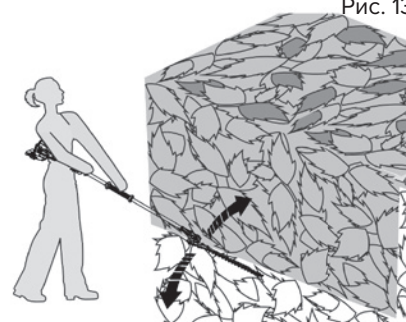

Рис. 13
- Медленно и контролируемо продвигайтесь вперед (рис. 13).